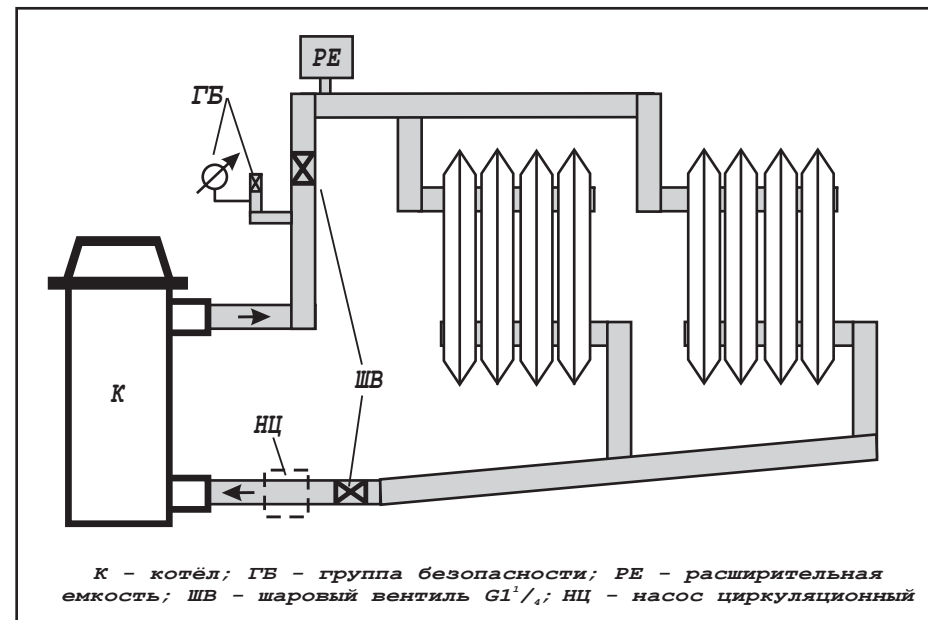

Рисунок 4 - Примерная схема системы отопления
5.9. Внимание! При эксплуатации прибора запрещается полностью или частично перекрывать шаровые вентили на входе и выходе из котла (см. рисунок 4).